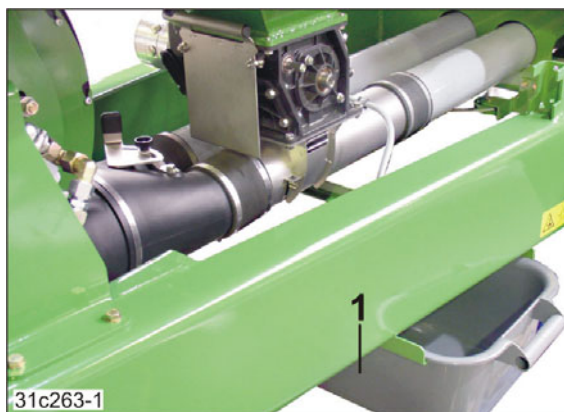

Fig. 186
3. Skub prøveudtagningsbeholderen (Fig. 186/1) ind i holderen under doseringsenheden.